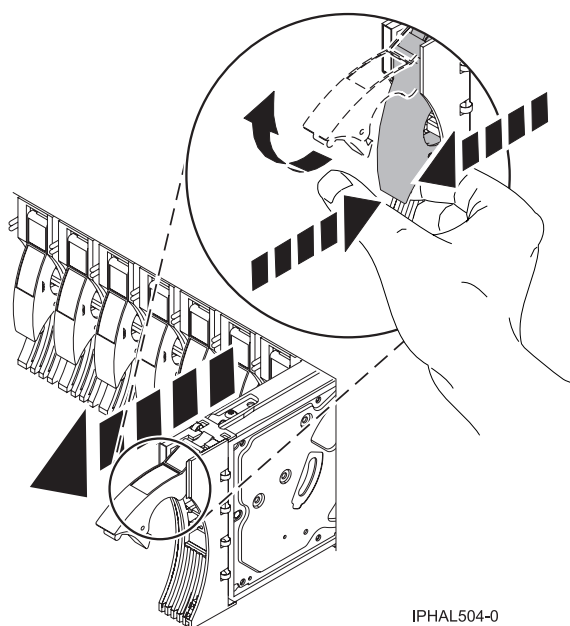

Figure 13. Retrait d'une unité de disque du système
3. Lorsque le voyant d'identification s'allume et reste fixe, déverrouillez la poignée de l'unité en appuyant dessus et en la tirant vers vous, comme illustré à la figure 13. Si la poignée n'est pas complètement sortie, vous ne pouvez pas retirer l'unité de disque ou l'unité SSD de l'unité centrale ou de l'unité d'extension.